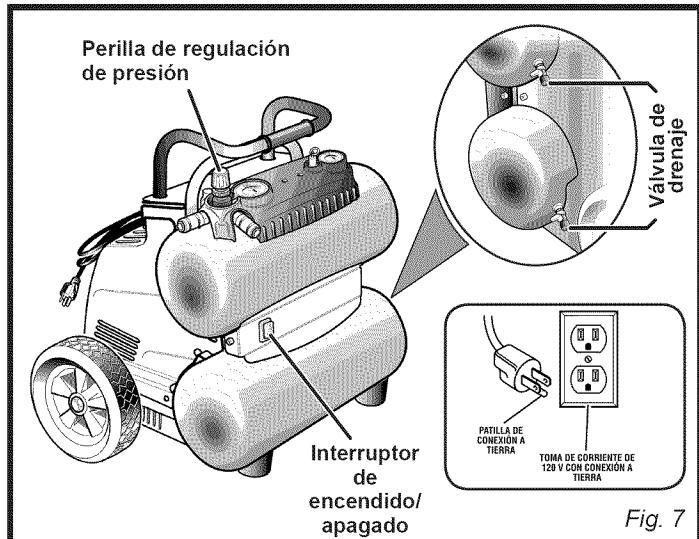

Fig. 7
- Asegúrese de que las válvulas de drenaje del tanque están cerradas (consulte la fig. 7).
- Asegúrese de que el interruptor de alimentación de encendido y apagado (ON/OFF) se encuentra en la posición OFF (apagado) y que el compresor de aire está desconectado (consulte la fig. 7).
- Asegúrese de que el botón del regulador de la presión está girado por completo en el sentido contrario a las agujas del reloj (consulte la fig. 7).